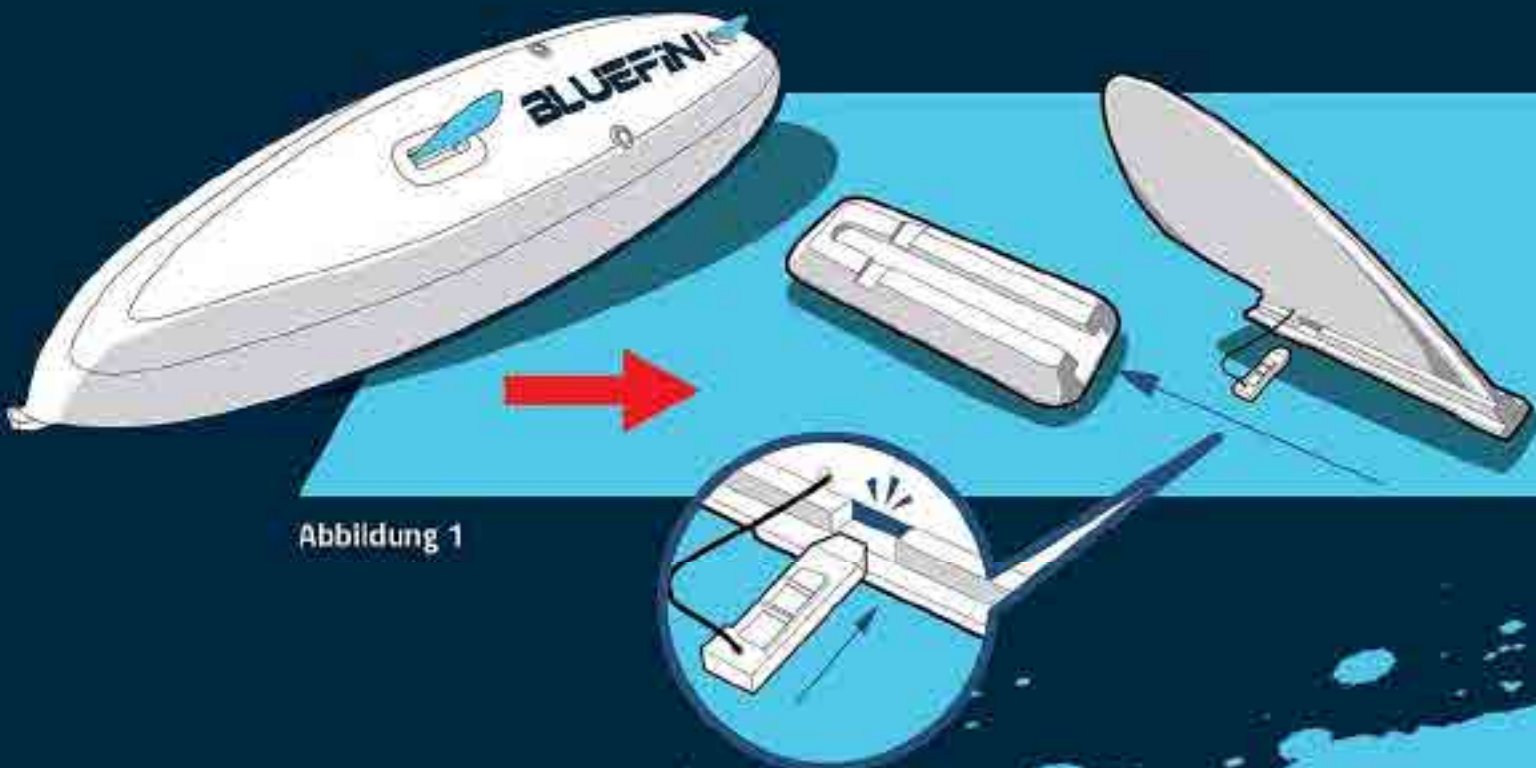

Abbildung 1
- Führe die Flosse über den Endspalt in den Flossenkastenschlitz ein. Abbildung 1